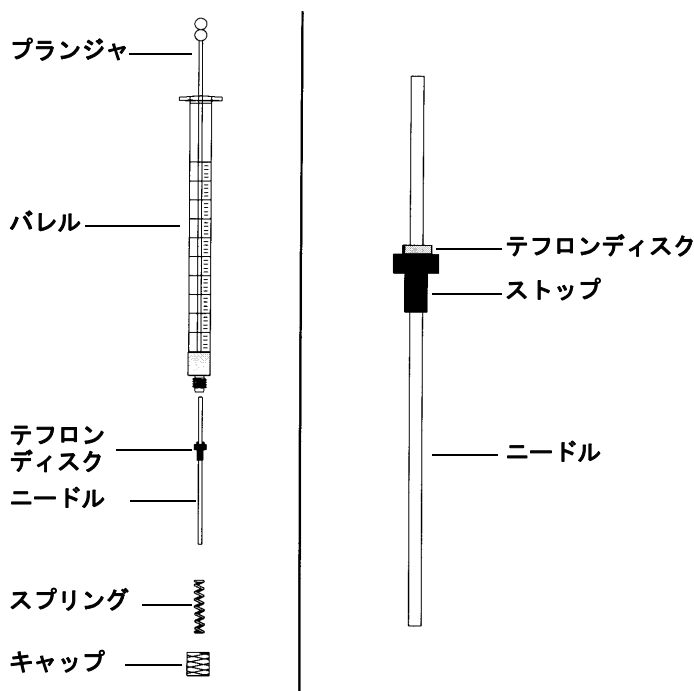

図 146 シリンジの部品
ニードルをシリンジバレルに挿入するには (図 146) :
- 2 ニードルにテフロンディスク (図 146) があることを確認します。シリンジバレルにテフロンディスクがない場合は、シリンジボックス内の説明書に従って、ニードルを自分でラップします。